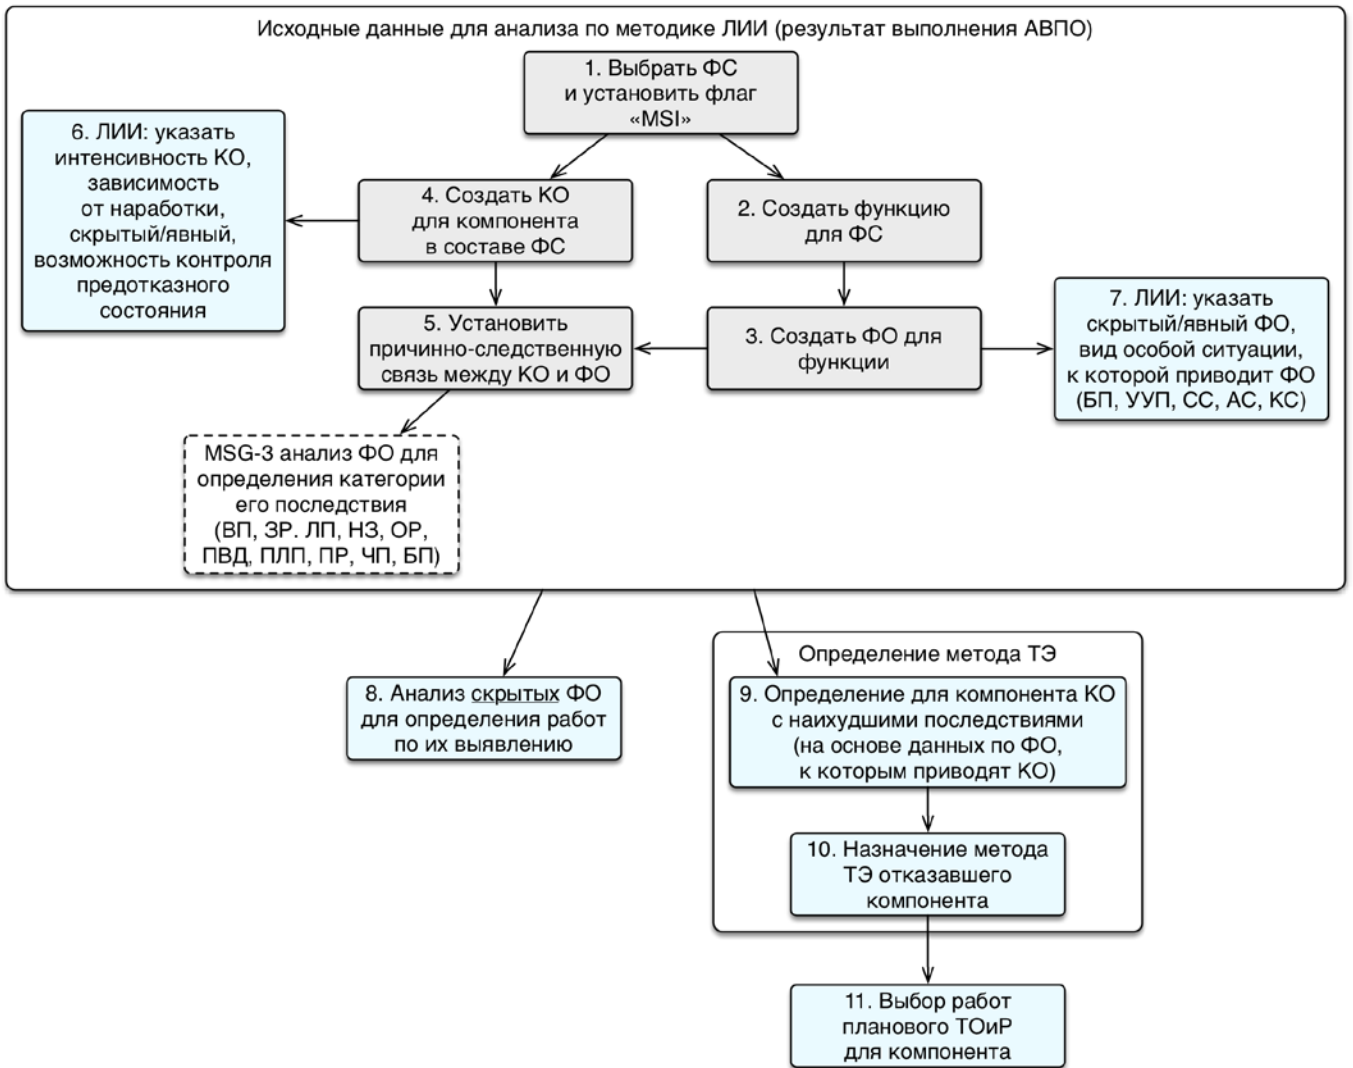

Рис. 11-74 – Сценарий выполнения анализа по методике МУ 1.1.296-2014
Схема выполнения анализа представлена на рис. 11-74. Вначале необходимо выполнить АВПО, то есть определить функции ФС, их возможные отказы и причины этих отказов (КО конструктивных элементов):
- 1) Вначале составляют перечень ФС, которые необходимо рассмотреть. Как правило, это основные ФС ВС (системы ВС, подсистемы, крупные функциональные блоки). В БД их отмечают как «Объект обслуживания (MSI)» (элемент MSI – 1 на рис. 11-74).
- 2) Затем определяется перечень выполняемых ФС функций (2).
- 3) Формируется перечень возможных ФО ФС (3).
- 4) Для элементов ФС (компонентов) формируют перечень возможных КО (4).
- 5) И наконец, для каждого ФО указывают его причину – КО (5).